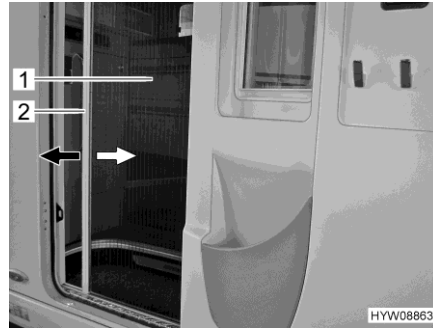

Fig. 53 Protección contra insectos (puerta de entrada)
- Agarrar el agarradero (Fig. 53,2) con ambas manos y extraer la protección contra insectos (Fig. 53,1) uniformemente del alojamiento de puerta.
- Agarrar el agarradero (Fig. 53,2) con ambas manos e introducir la protección contra insectos (Fig. 53,1) en el alojamiento de puerta presionando ligeramente.